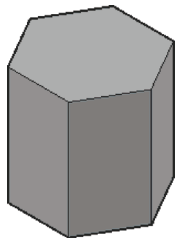

图 14-42 原始拉伸实体
- 1 打开“按住并拖动即学即练.dwg”文件，该文件中存在着图 14-42 所示的拉伸实体。